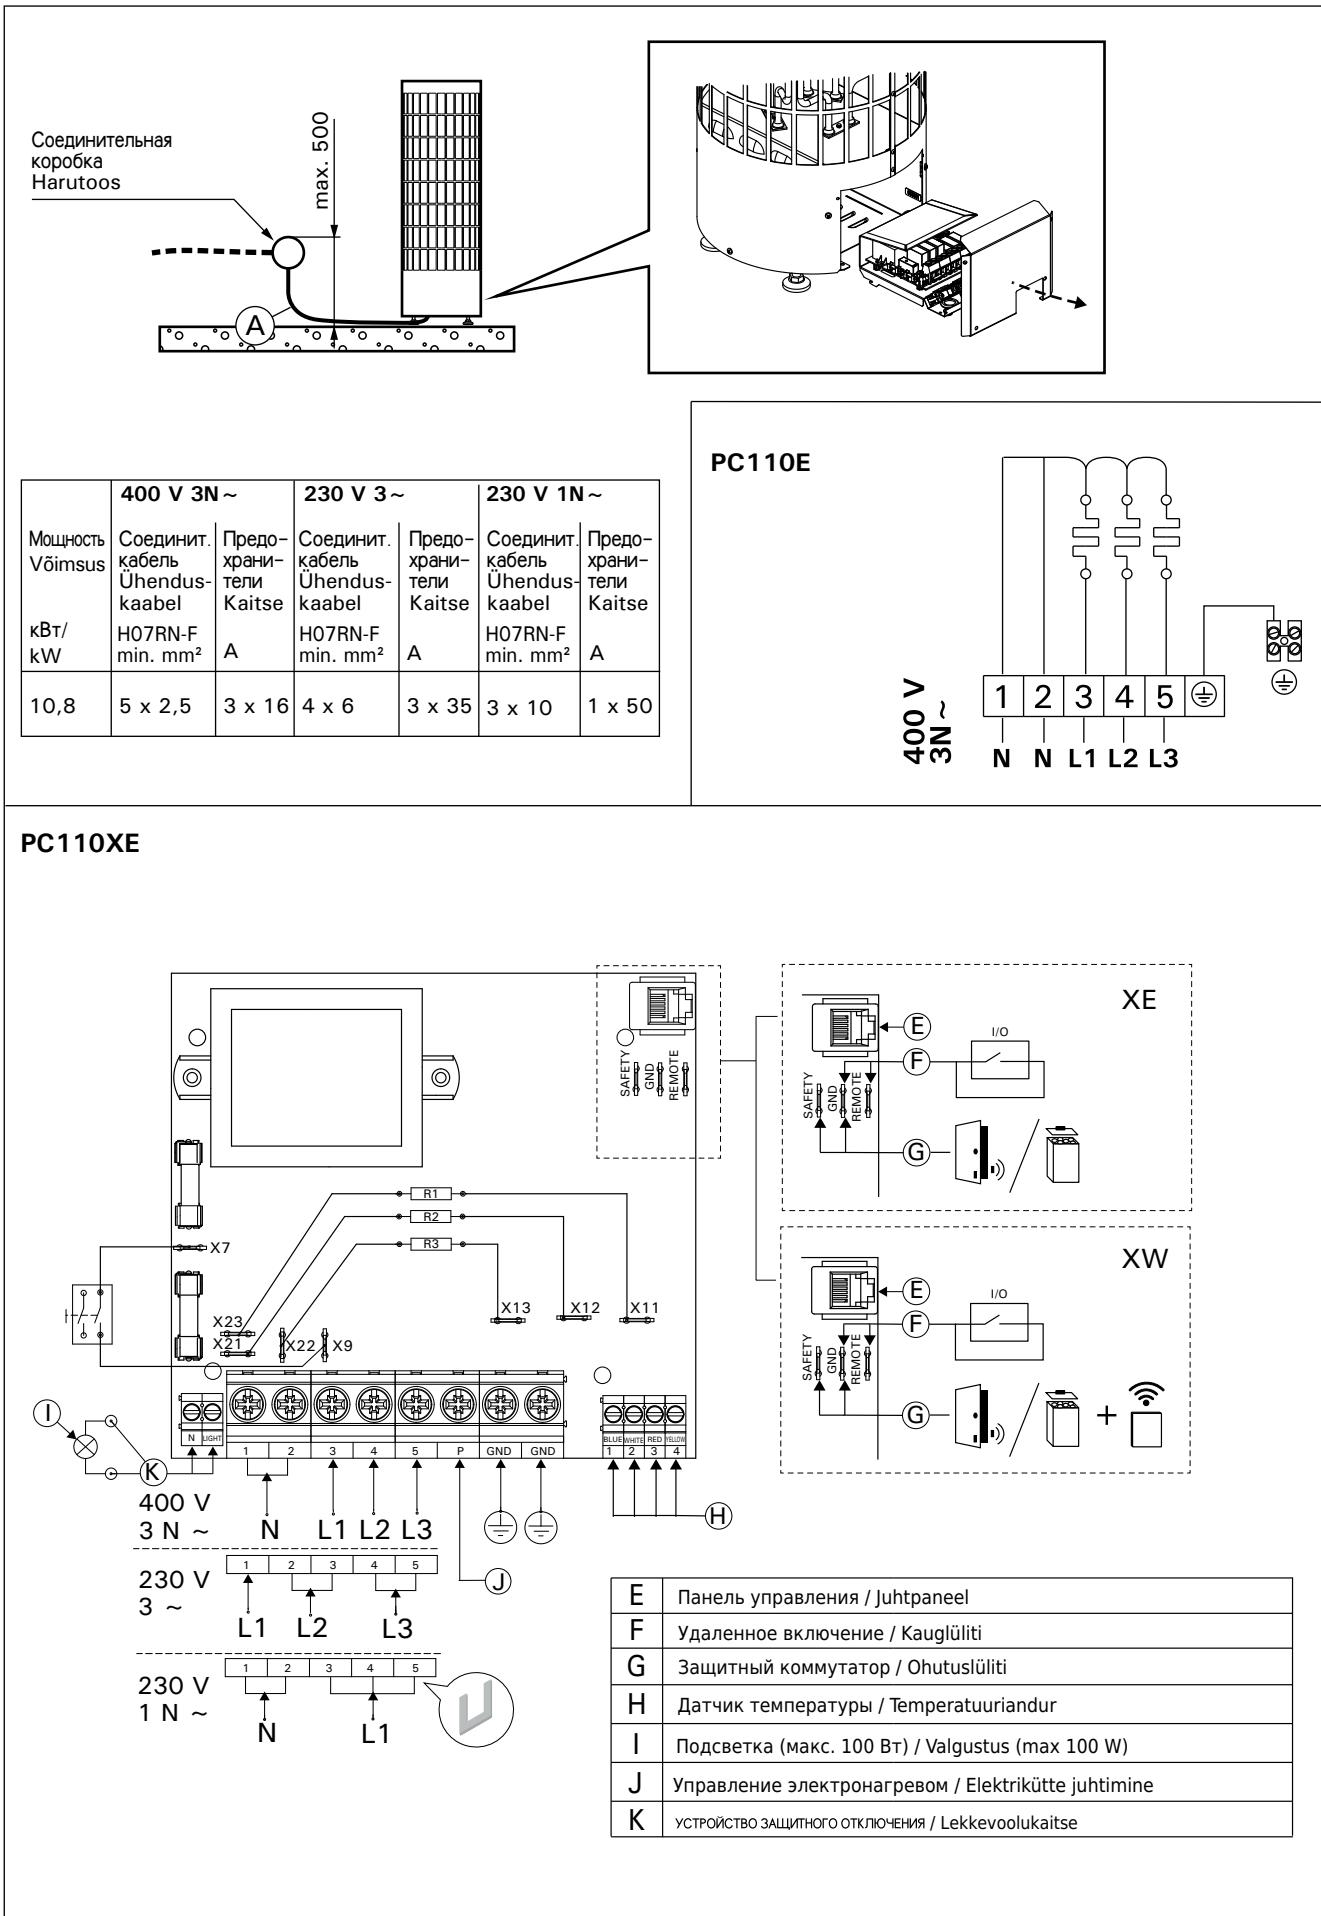

Рисунок 7. Электрические подключения
- В качестве кабеля (рис. 7: A) следует использовать резиновый кабель типа HO7RN-F или подобный.
- Кроме разъемов питания каменки PC оснащены также разъемом (P), который делает возможным управление электрическим нагревом (см. рис. 7). Кабель управления электро-отоплением подводят прямо к розетке каменки и дальше с помощью резинового кабеля, равного по толщине кабелю подключения, к клеммнику.